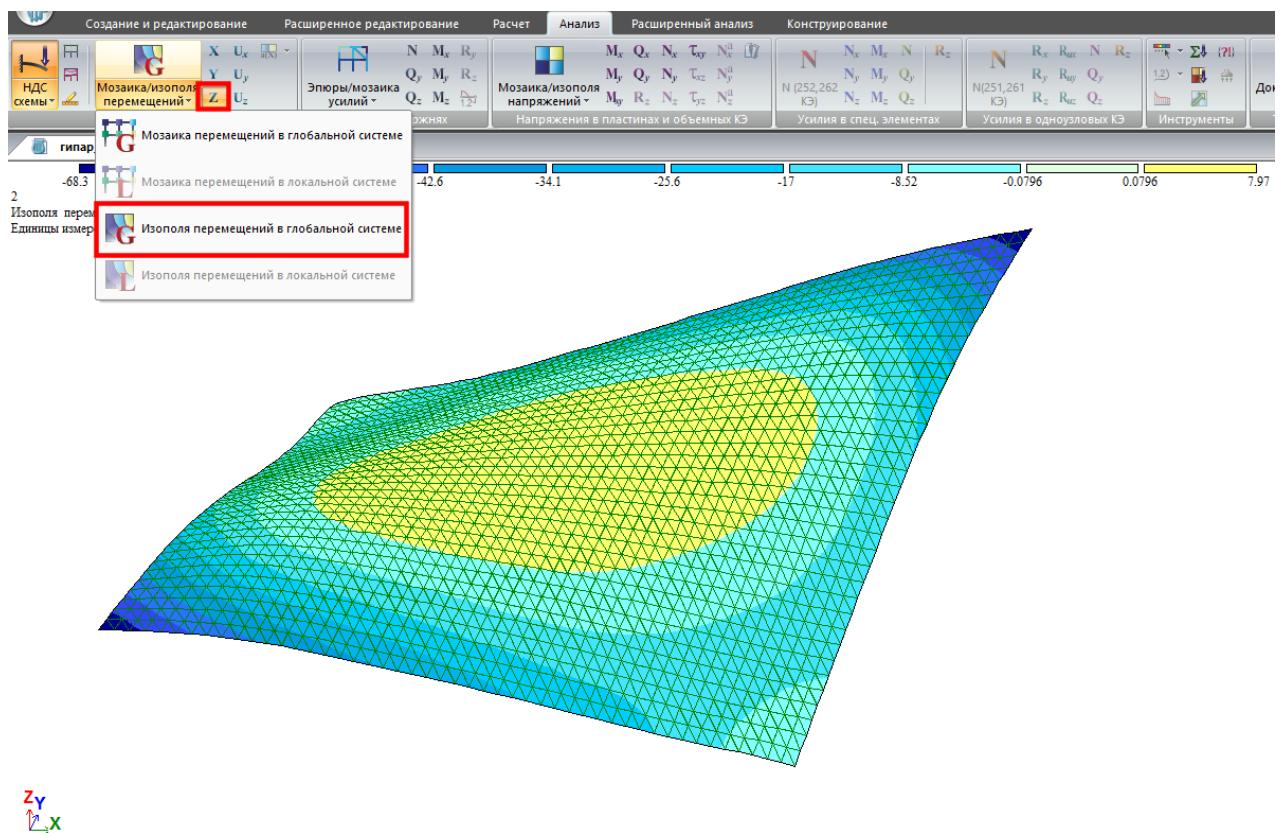

Рис.10.3. Изополя перемещений в глобальной системе по Z
– Изополя перемещений по Z (панель Деформации на вкладке Анализ) (рис.10.3).